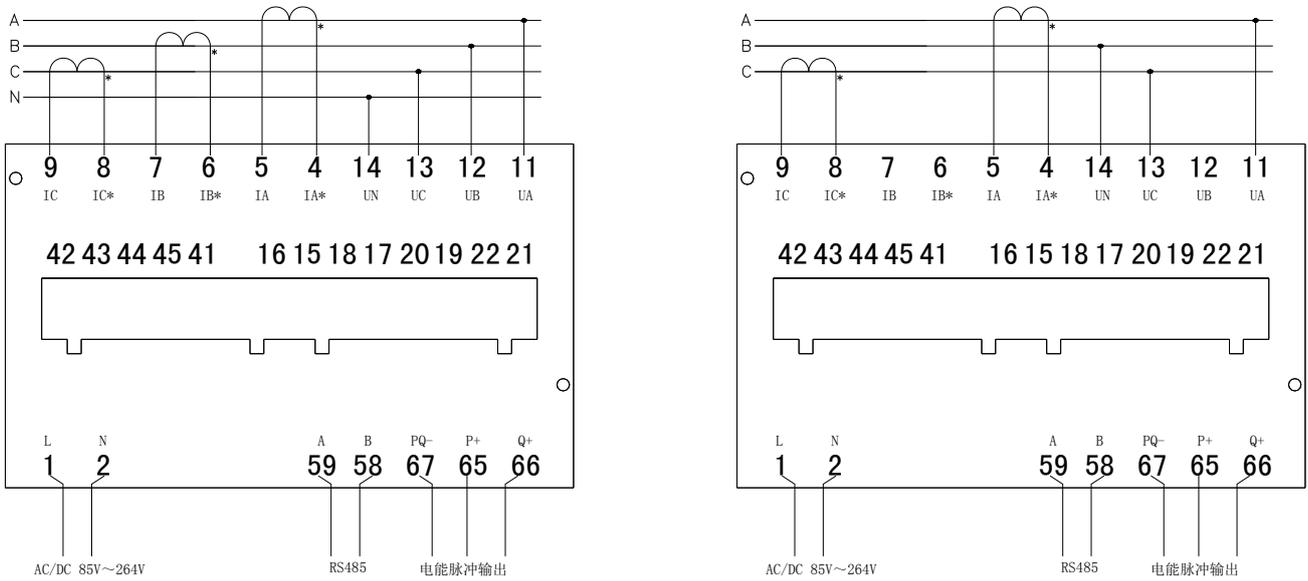

图 15 三相四线与三相三线电压直接输入、电流经互感器输入
- ①安装前应先检查包盒上所标产品的型号和规格是否与实物相符,如不符,请与供应商联系;
- ②检查包装箱的产品的的外壳是否有损坏,如有损坏,请与供应商联系;
- ①在固定的配电柜上,在安装屏面上选择合适的位置,按照表 3 “开孔尺寸” 开一个安装孔;
- ②取出仪表、夹持件,将仪表插入配电柜的安装孔内;
- ③将夹持件按图 15 方式从后往前推入仪表卡槽,至仪表固定在安装板上。